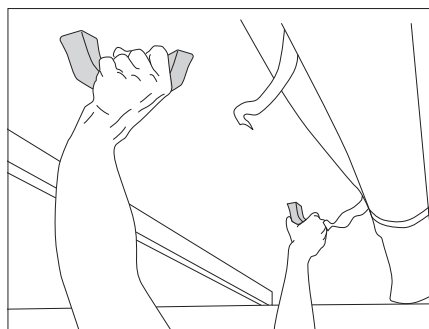

Figura 39 Levantar el techo elevable
- Presionar el techo elevable de los dos tiradores hacia arriba con las dos manos (Figura 39).